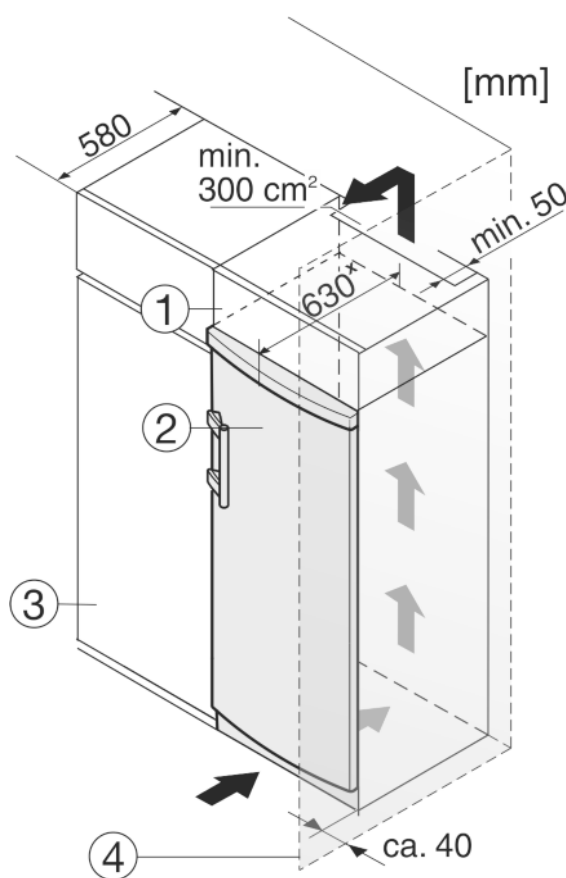

Fig. 9
Пристрій можна комбінувати з кухонними шафами. Для того, щоб пристрій Fig. 9 (2) вирівняти по висоті кухонної секції, на пристрій можна встановити антресольну секцію Fig. 9 (1).
У разі комбінування з кухонними шафами (максимальна глибина 580 мм) пристрій можна встановлювати безпосередньо поряд із кухонною шафою Fig. 9 (3). Пристрій виступає збоку на 34 мм\* і посередині на 50 мм\* відносно передньої панелі кухонної шафи.
Якщо пристрій встановлюється поряд зі стінкою *Fig. 9 (4)*, відстань між пристроєм та стінкою повинна бути не менше 40 мм. Це відповідає необхідній відстані для ручки після відкриття дверцят.